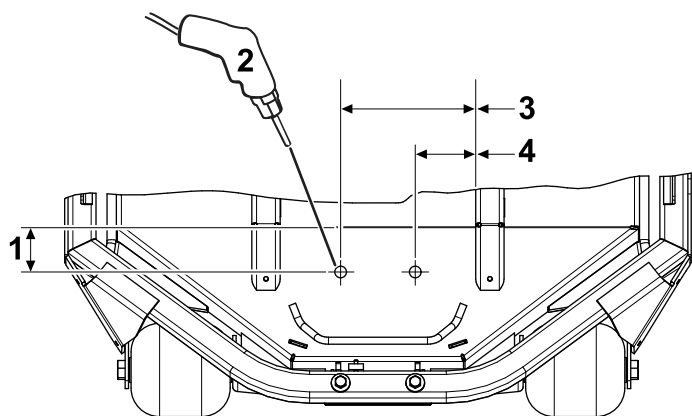

图1
2. 按照图1所示的尺寸在滚刀组上定位并钻出2个1.1cm直径的孔。